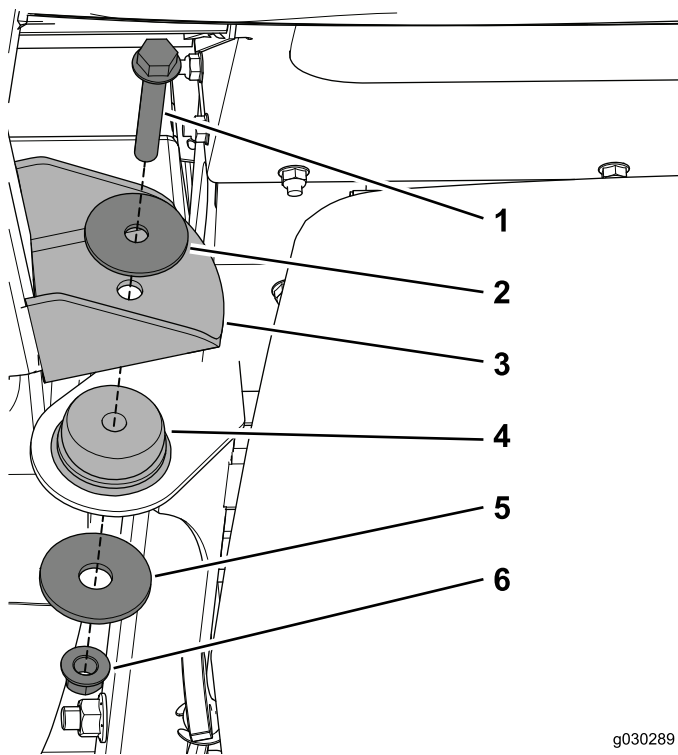

図 23
5. ボルト 1/2 x 3 インチ、スラストワッシャ、大きいワッシャ、ロックナットを使って、キャブを後マウントに固定する 図 23。